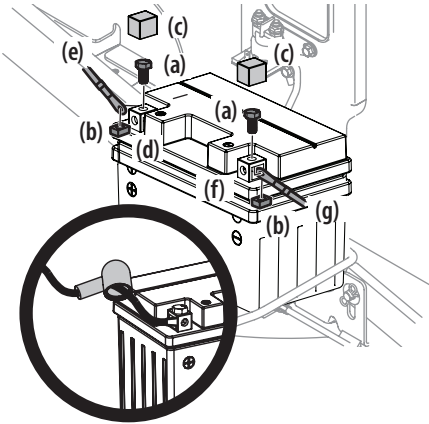

Figura 14
1. Extraiga los tornillos hexagonales (a) y las tuercas cuadradas (b) situados en el extremo del arnés de cables o en la bolsa que acompaña a este manual. Guarde los herrajes para uso posterior. Consulte la Figura 14.
2. Retire la cubierta plástica (c), si está presente, del borne positivo de la batería (d) y una el cable rojo (e) al borne positivo de la batería (b) utilizando uno de los tornillos hexagonales (a) y las tuercas cuadradas (b) que se extrajeron en el paso 1. Use un destornillador Philips. Consulte la Figura 14.
3. Retire la cubierta plástica (c), si está presente, del borne negativo de la batería (f) y una el cable negro (g) al borne negativo de la batería (f) utilizando el tornillo hexagonal restante (a) y la tuerca cuadrada (b). Consulte la Figura 14.
4. Coloque el capuchón de caucho rojo por encima del borne positivo de la batería para protegerlo contra la corrosión. Vea el inserto en la Figura 14.